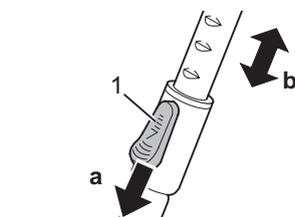

Abb. 4
4. Stellen Sie die Länge des Teleskoprohrs ein. Drücken Sie dazu die Teleskoprohr-Arretierung (Abb. 4/1) nach vorn (Abb. 4/a). Ziehen Sie dann das Teleskoprohr am Handgriff auf die gewünschte Länge (Abb. 4/b). Zum Verriegeln lassen Sie die Teleskoprohr-Arretierung, während Sie ziehen, los. Sie hören ein deutliches Klicken.